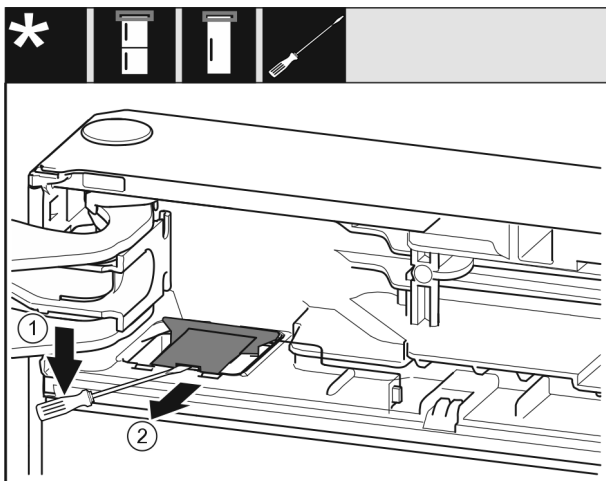

Fig. 11
- ▶ Зніміть кришку Fig. 11 (1) за допомогою шліцьової викрутки.
- ▶ Вийміть кришку Fig. 11 (2).